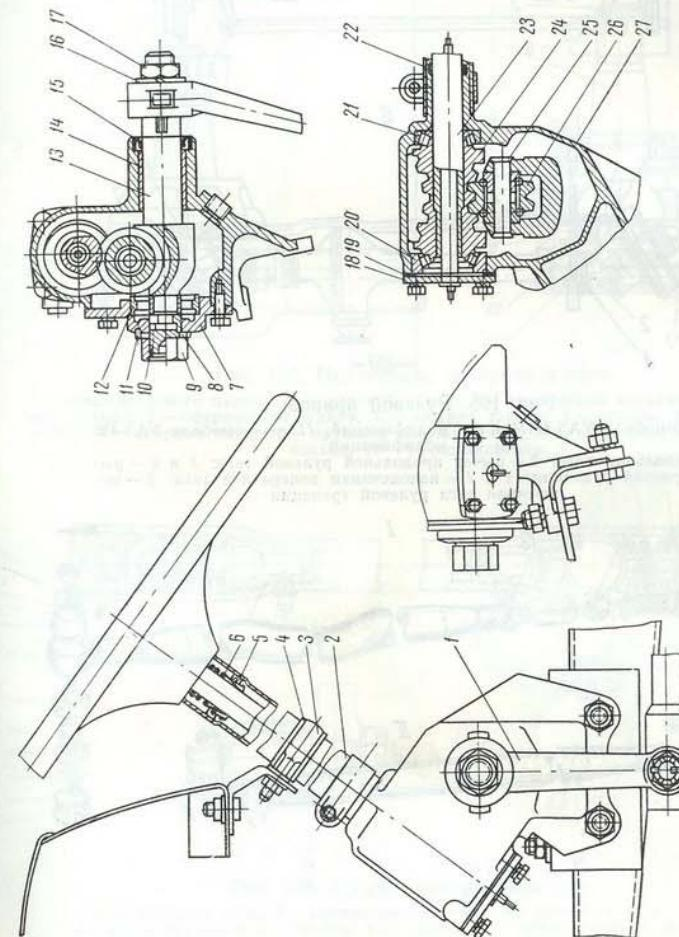
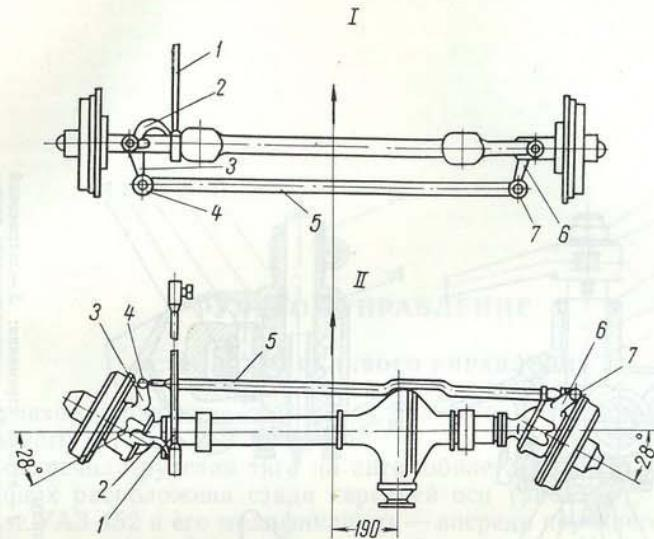

Рис. 194. Рулевой механизм.
Рис. 195. Рулевой привод:
Рулевое управление состоит из рулевого механизма (рис. 194) и рулевого привода (рис. 195).
3. Отвернуть контргайку 9 (рис. 194) и снять стопорную шайбу 8 со штифта.